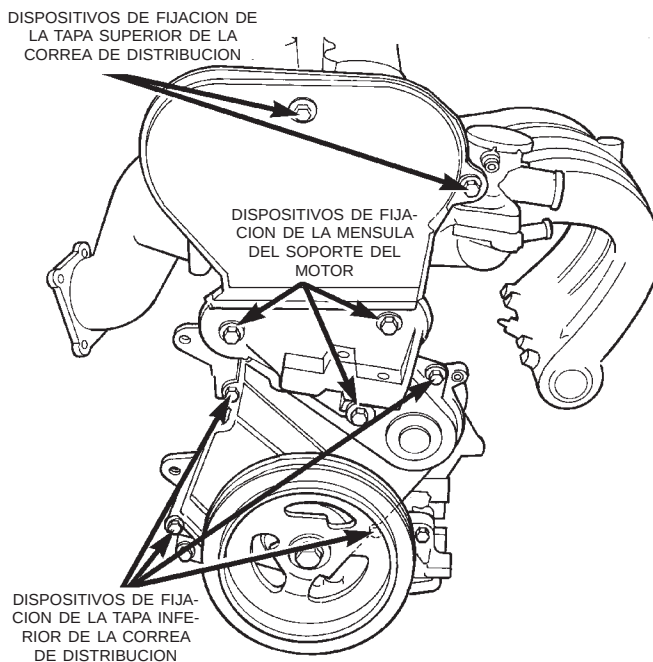

Fig. 58 Tapas de la correa de distribución
(1) Eleve el vehículo sobre un elevador y retire la rueda delantera derecha.
(2) Retire el zócalo interno derecho.
(3) Retire las correas de transmisión de accesorios. Consulte el grupo 7, Sistema de refrigeración.
(4) Retire el perno del amortiguador del cigüeñal y retire el amortiguador. Consulte el procedimiento de desmontaje e instalación en esta sección.
(5) Retire la polea guía de la correa del generador.
(6) Retire los dispositivos de fijación de la tapa inferior de la correa de distribución y retire la tapa (Fig. 58).
(7) Baje el vehículo, retire los dispositivos de fijación de la tapa superior de la correa de distribución y retire la tapa.